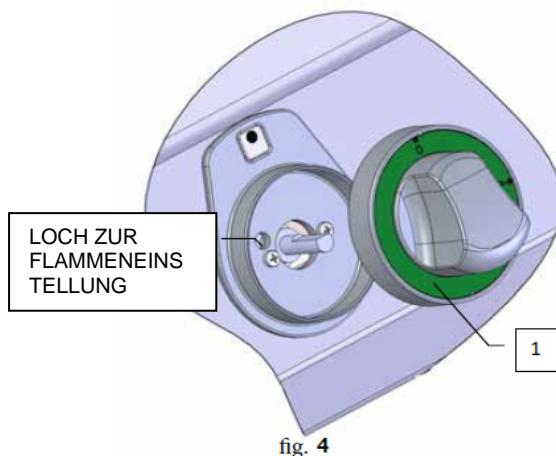

fig. 4
Stellen Sie den Zündbrenner ein, indem Sie die Sicherheitsmutter (Abb. 4, Hinweis 12) mit einem Schraubenschlüssel lösen, dann die Zündbrennerdüse (Abb. 4, Hinweis 14) mit der Feder abschrauben und durch eine Düse für das entsprechende Gas ersetzen laut Tabelle. Ziehen Sie die Düsenabdeckung mit einem Schraubenschlüssel fest und stellen Sie den „Sparmodus“ ein, siehe Text unten.
- Entfernen Sie den Bedienknopf (Hinweis 1, Abb. 4), indem Sie ihn zu sich ziehen.